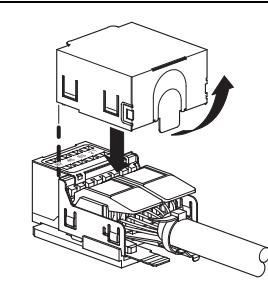

рис.5
- Strip the cable entry on the shroud and snap the shroud with the female insert (Fig. 5).
- Entfernen Sie am Schirmblech den Kabeleinlass und verrasten Sie das Schirmblech mit dem Buchseneinsatz (Abb. 5).
Abb./Fig.5
- Удалить кабельный ввод на пластине экрана и соединить между собой защелками пластину экрана и гнездовую вставку (рис. 5).